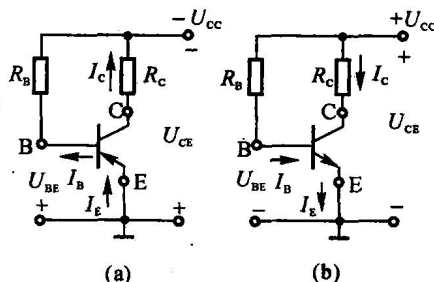

图 1.5
(1) 结构与基本放大原理:晶体管有三个电极和两个 PN 结,分别是发射极(E或e),基极(B或b),集电极(C或c)和发射结(Je)、集电结(Jc)。其结构分为 NPN 和 PNP 两种形式,硅晶体管多为 NPN 型,锗晶体管多为 PNP 型。两种结构形式的共射极接法电路如图 1.5 所示。